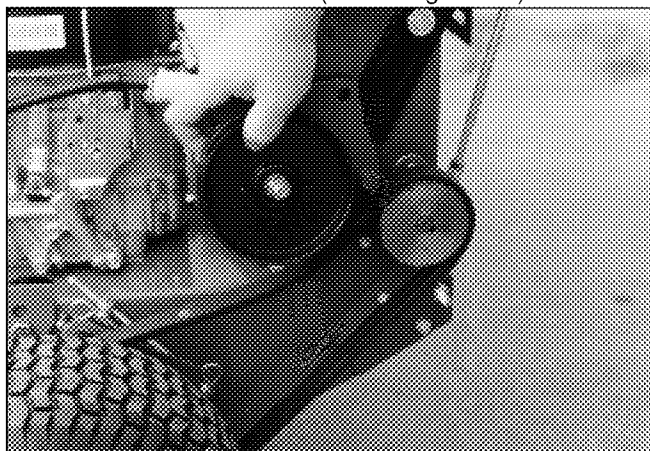

Figura 22
4. Levántelas del soporte intermedio con una mano mientras saca la correa de la pulea de eje intermedio con la otra. (Vea la Figura 22.)